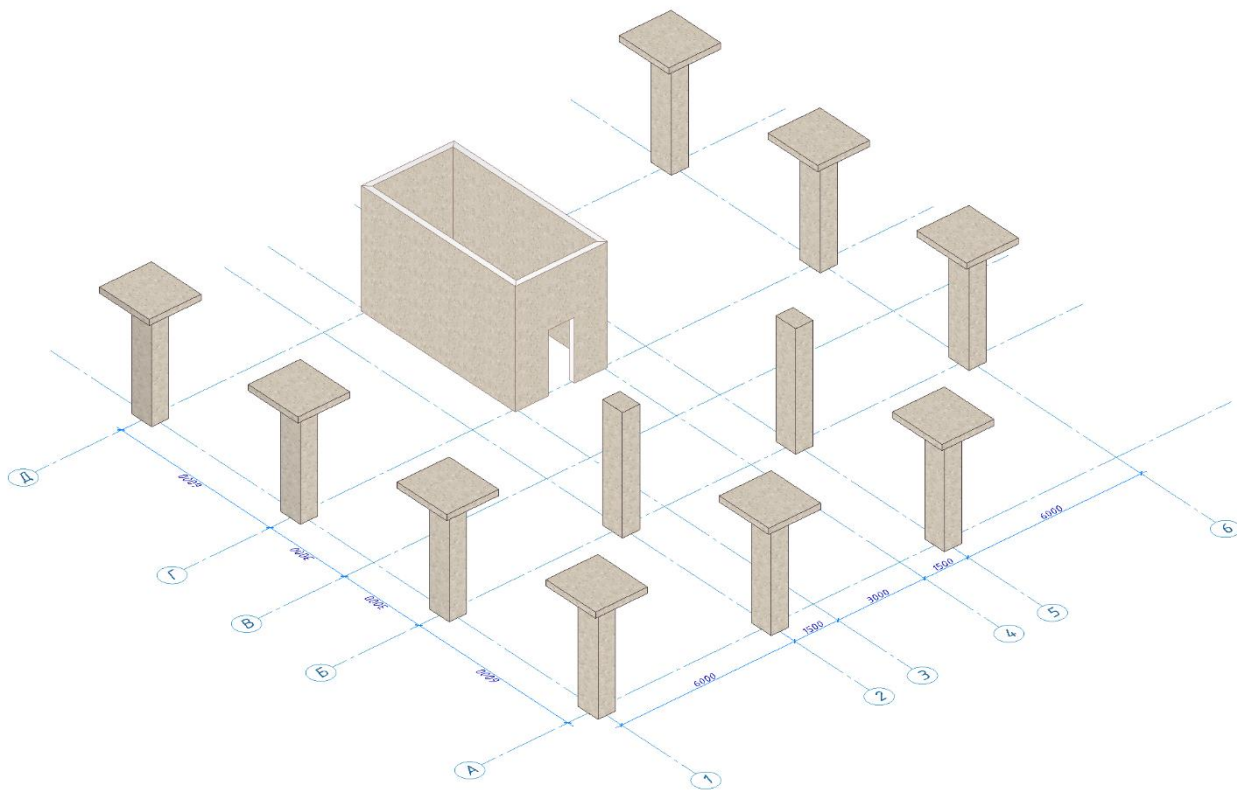

Рис. 23.8. Схема розташування колон і стін
- Виконайте побудову ядра жорсткості, послідовно вводячи пару точок ЗД–4Г (рис. 23.8).
- Встановіть проріз у центр стіни (для центру стіни відображається трикутний рожевий маркер прив'язки), розташованої на осі Г (рис. 23.8).